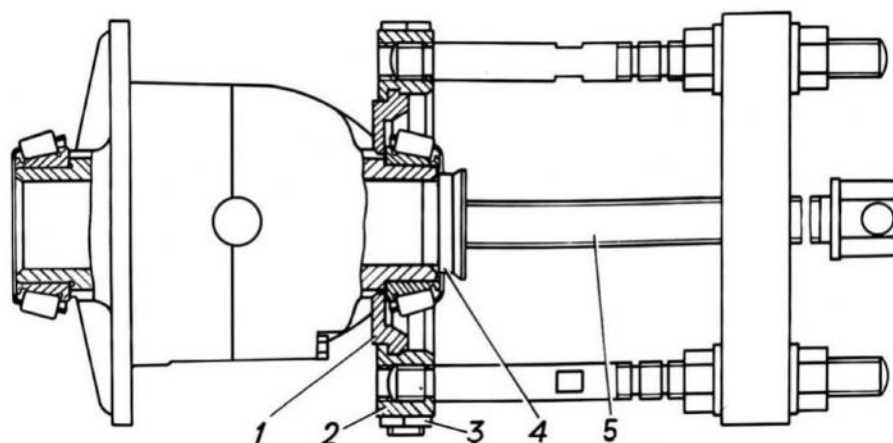

Рис. 3.61. Снятие внутреннего кольца подшипника с коробки дифференциала:
Ввиду ограниченного расстояния от электромагнита 5 (см. рис. 3.55) до подшипника блокируемого дифференциала, демонтаж подшипников дифференциала необходимо проводить с особой тщательностью, избегая воздействия вкладышем 1 (рис. 3.61) съемника на электромагнит, чтобы не допустить его разрушения.
- в случае замены спрессовать с коробок дифференциала внутренние кольца подшипников с помощью съемника в сборе с вкладышами, как показано на рис. 3.61. Для того чтобы заплечики вкладышей 1 вошли в выемки на коробке дифференциала, следует опоры 2 сжать болтами с гайками 3; спрессовать кольцо подшипника вращением винта 5;